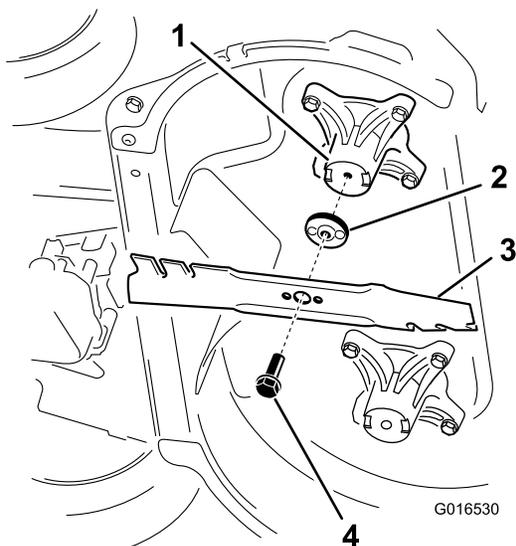

Figura 39
2. Retire cada cuchilla, según se muestra en Figura 39.
- Instale la primera cuchilla en posición horizontal, junto con todos los herrajes de montaje, según se muestra en Figura 39.